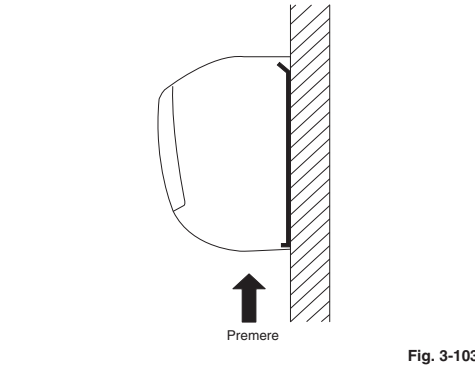

Fig. 3-103
- (3) Premendo i due contrassegni Δ impressi sulla parte inferiore dell'unità interna sganciare le linguette. Sollevare quindi l'unità per rimuoverla. (Fig. 3-103)